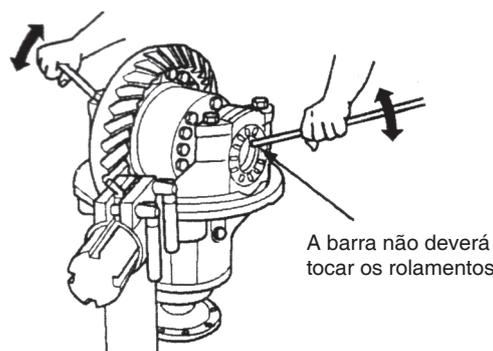

Figura 5.37
A. Insira duas alavancas entre os anéis de ajuste dos rolamentos e as extremidades da caixa dos satélites. As alavancas não devem tocar os rolamentos da caixa dos satélites. Figura 5.37.